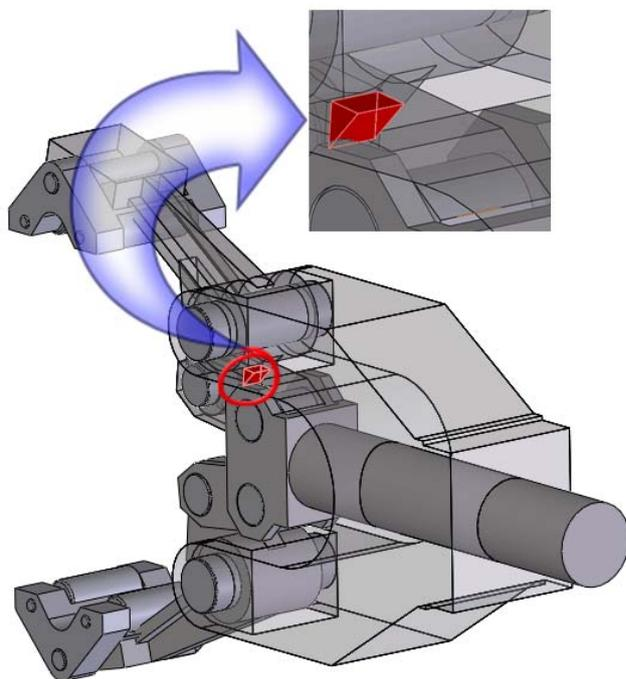

Рис. 11.113 Визуализация объёма интерференции между вычисляемыми компонентами
Отображает в окне обнаруженные интерференции между выбранными для расчёта компонентами. Объём интерференции отображается справа от каждого списка. Активизировав в окне *Результаты* интересующую Вас интерференцию, та, в свою очередь, будет выделена в **Графической области** в виде геометрического тела вычисленного объёма, окрашенного в красный цвет (рис.11.113).
- ✓ *Сделать конфликтующие детали прозрачными.* Выберите этот параметр, чтобы отобразить компоненты выбранной интерференции в прозрачном режиме (см. рис.11.113).